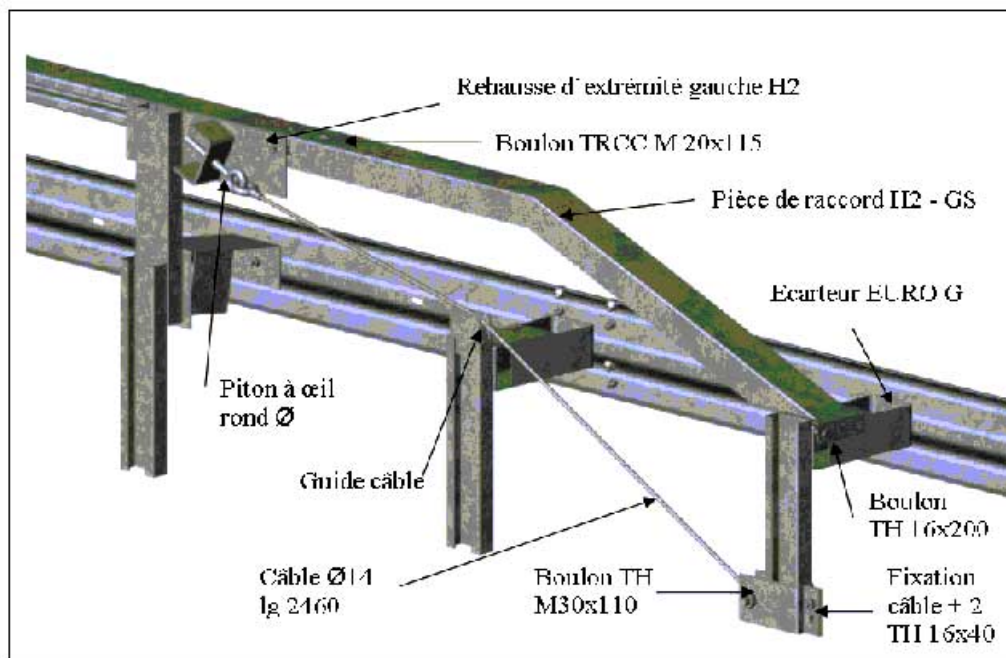

Figure 11 Barrière de niveau H2
La barrière Systech H2 peut être raccordée aux glissières métalliques de profil A conformément aux spécifications de la figure 11 et aux séparateurs en béton GBA ou DBA selon les prescriptions de la figure 12.
- Figure 11. - Barrière Systech H2 - Raccordement sur GSA.